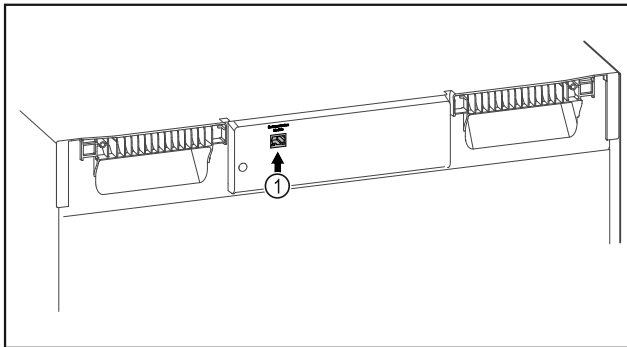

Fig. 105
- Je používán SmartModule Fig. 105 (1).